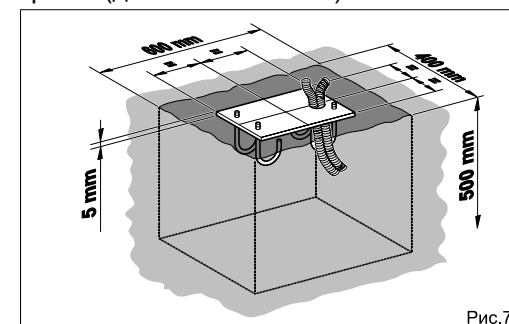

Рис.7
- Подготовьте фундамент, как показано на рис.7 (для мягкой почвы).